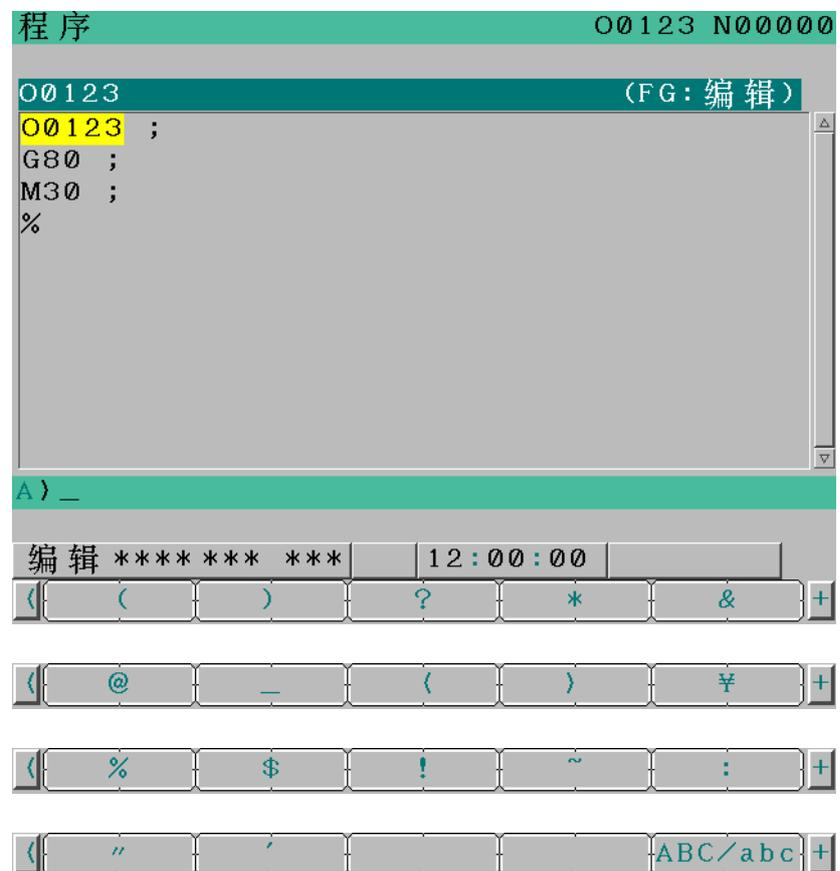

图 13.2.4 (a) 小型 MDI 用键盘输入
4. 如图 13.2.4 (a)所示，软键上显示”@”、”(“等字符。